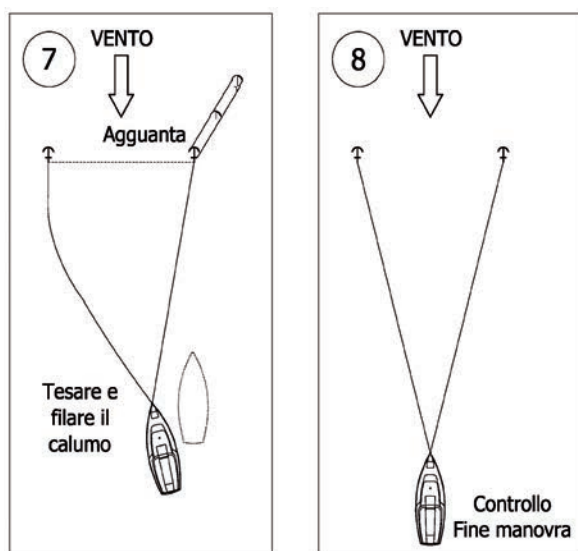

Figura 6
8. Completiamo la manovra mettendo il motore a marcia indietro con più potenza, cercando un allineamento di controllo che ci garantisca la buona tenuta della seconda ancora (Figura 6).